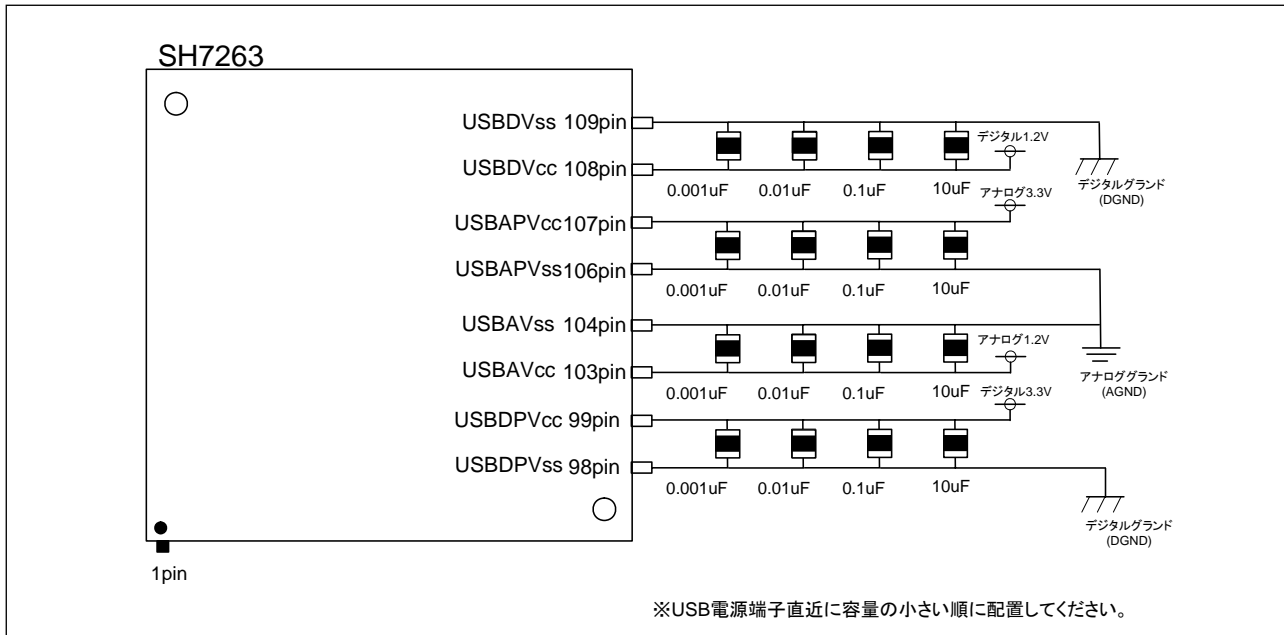

図3 デカップリングコンデンサ配置例
- デカップリングコンデンサの容量値としては、0.001 μ F, 0.01 μ F, 0.1 μ F, 10 μ F の容量を USB 電源端子の直近に配置することを推奨します。図 3 にデカップリングコンデンサの配置例を示します。